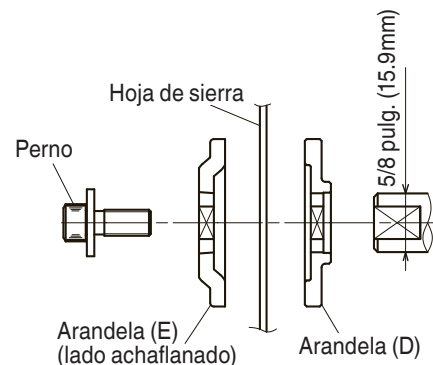

Fig. 28-c
- (6) Presione el bloqueador del huso y apriete el perno girándolo hacia la izquierda con la llave de accesorio estándar (llave de barra hex. 5mm), como se indica en la Fig. 28-b.